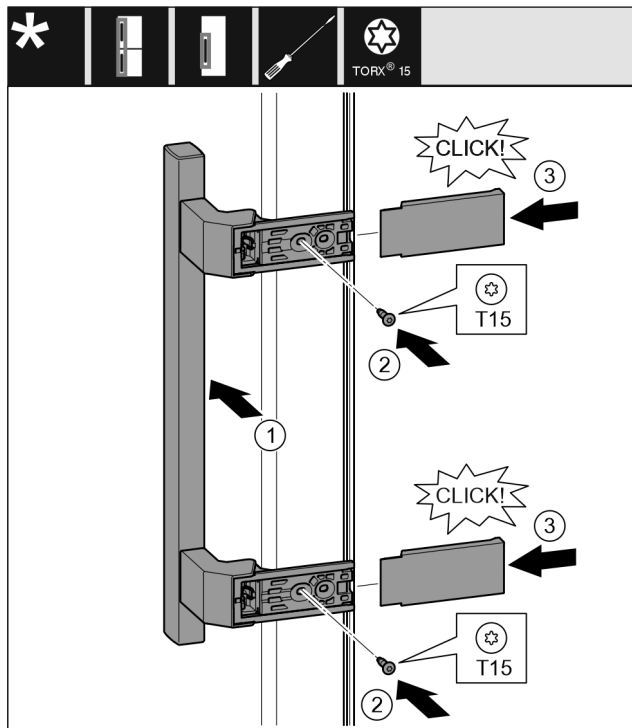

Fig. 19
- ▶ Sätt handtag på plats på motsatta sidan. Fig. 19 (1)
- ▶ Skruva fast skruvar med skruvmejsel T15. Fig. 19 (2)
- ▶ Sätt skydden på plats på sidan och skjut på dem. Fig. 19 (3)